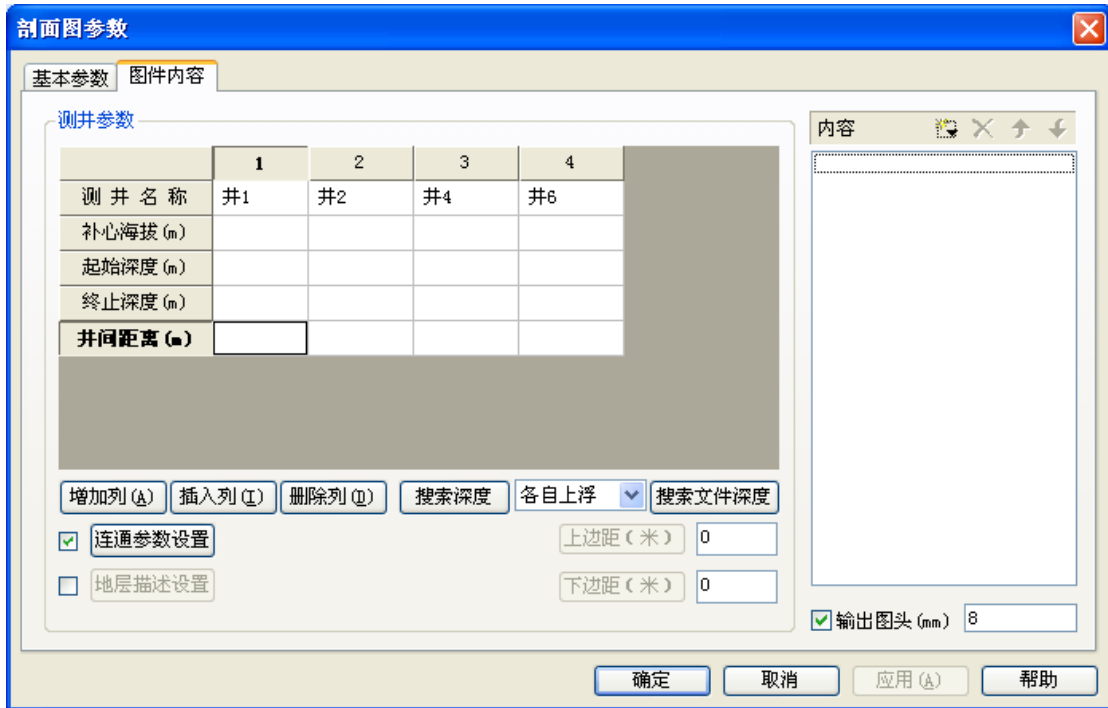

图 72
e. 此时回到图 72 所示的界面，这时测井名称一栏已按添加的井位布置完毕。